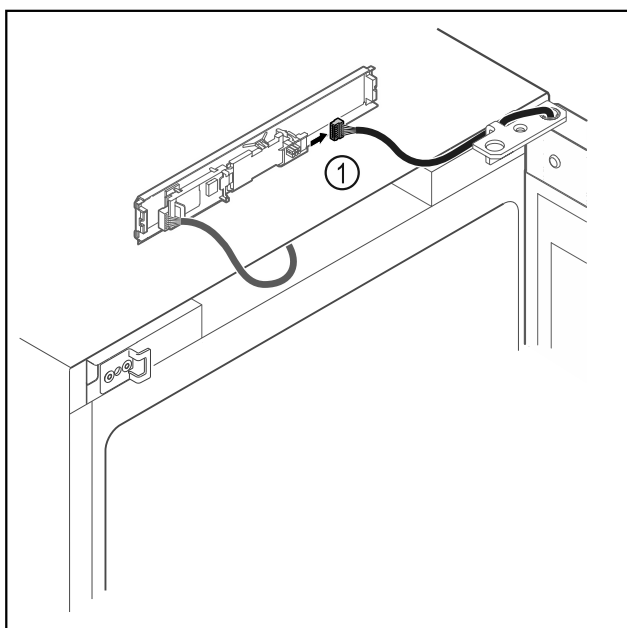

Fig. 10
- ▶ Irrota pistoke Fig. 10 (1) levystä.